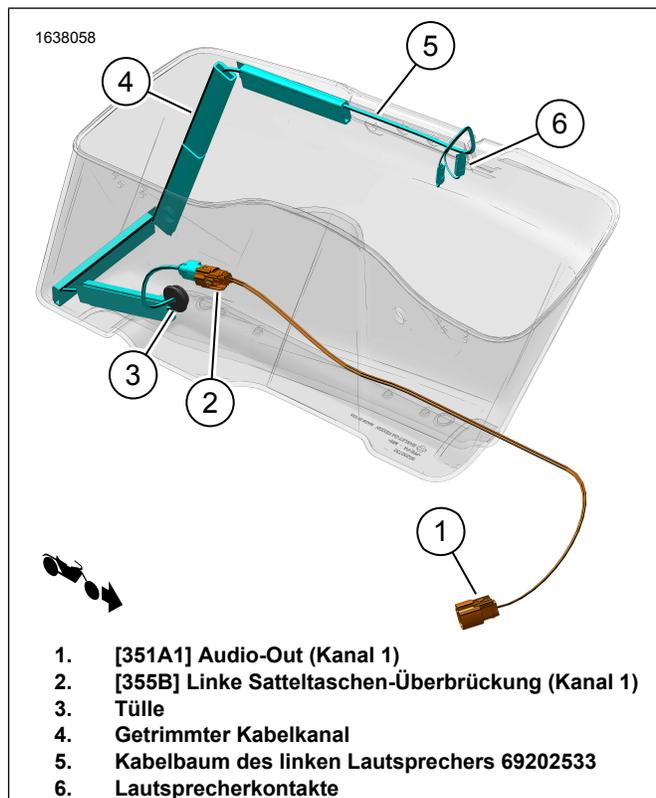
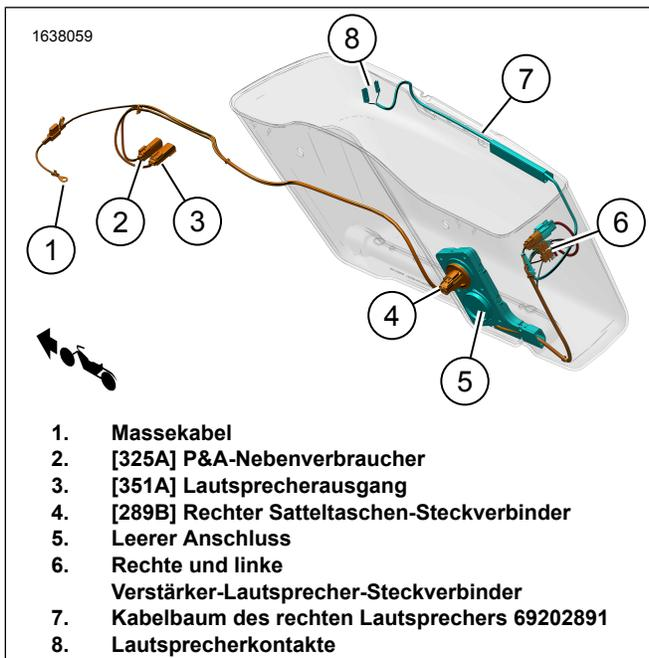
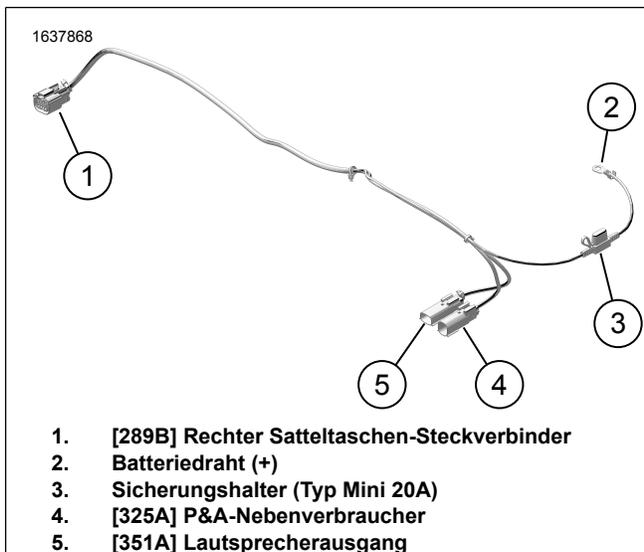
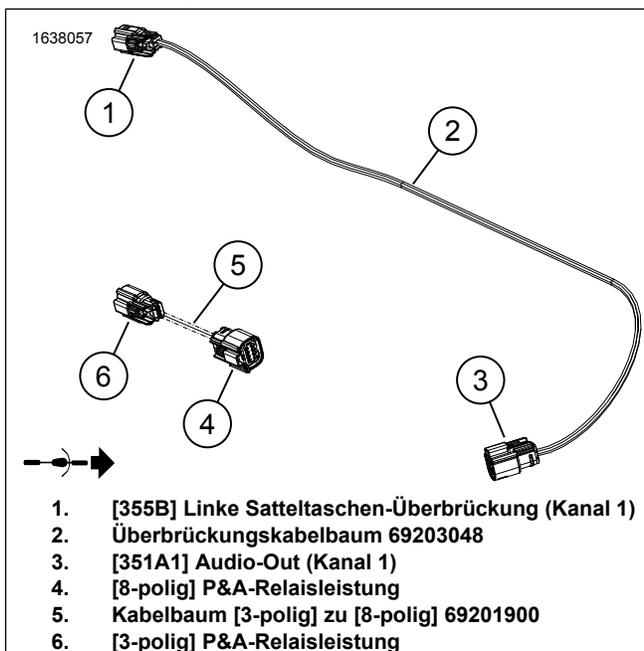

Abbildung 4. Verlegung des linken Satteltaschenkabelbaums
Abbildung 5. Verlegung des rechten Satteltaschenkabelbaums
Abbildung 15. Externer Kabelbaum 69202870
Abbildung 16. Überbrückungskabelbaum
12. Siehe Abbildung 4. Linken Lautsprecherkabelbaum einbauen.
- b. Siehe Abbildung 4. Kabelbaum (5) wie abgebildet verlegen.
- d. Das vierte Stück des Kabelkanals (4) muss auf die Höhe der Satteltasche zugeschnitten werden.
- g. Kabelbaum (5) durch Tüllenloch verlegen.
- h. Tülle (3) am Kabelbaum (5) anbringen.
- i. Tülle (3) nach Bedarf justieren und in Satteltasche einbauen.
13. Siehe Abbildung 5. Kabelbaum des rechten Lautsprechers installieren.
- b. Siehe Abbildung 5. Kabelbaum (7) wie abgebildet verlegen.
1. Siehe Abbildung 15. Das Batteriedraht (+) (2) an den Batteriepol (+) anschließen. Siehe Werkstatthandbuch.
- a. Siehe Abbildung 15. [325A] (4) zur linken Seite des Fahrzeugrahmens führen.
- b. Siehe Abbildung 16. [3-polig] (6) des Überbrückungskabelbaums (5) mit [325A] (4) des externen Kabelbaums 69202870 verbinden. Siehe Abbildung 15.
- c. Siehe Abbildung 16. [8-polig] (4) des Überbrückungskabelbaums (5) an den P&A-Steckverbinder [4] des Fahrzeugs anschließen. Es befindet sich unter der linken Seitenabdeckung.
- a. [325A] (4) entlang der rechten Seite des Fahrzeugrahmens führen.
- b. Siehe Abbildung 15. [325A] an den P&A-Steckverbinder [325B] anschließen. Es befindet sich unter der rechten Seitenabdeckung.
4. Siehe Abbildung 15. Zweig [289B] (1) des externen Kabelbaums entlang des Rahmens und der Schutzblechstütze führen. Den Kabelbaum mit Kabelbindern lose an Ankerpunkten befestigen. Die Kabelbinder nicht fest anziehen.
8. Siehe Abbildung 16. Die Überbrückungskabelbäume 69203048 (2) verlegen.
- a. Siehe Abbildung 16. [355B] (1) des Überbrückungskabelbaums (2) an den Kabelbaum des linken Satteltaschenlautsprechers (5) anschließen. Siehe Abbildung 4.
- c. Siehe Abbildung 16. [351B] (3) am Überbrückungskabelbaum 69203048 (2) in Richtung [351A] (5) am externen Kabelbaum 69202870 verlegen. Siehe Abbildung 15.
- 10. Siehe Abbildung 1. Die 20-A-Sicherung (18) in den Sicherungshalter (3) des externen Kabelbaums einsetzen. Siehe Abbildung 15.
- a. Verbinden Sie [360LA] mit links (L).
- b. Verbinden Sie [360RA] mit rechts (R).
4. Siehe Abbildung 15. Verbinden Sie mit [351A] (5).